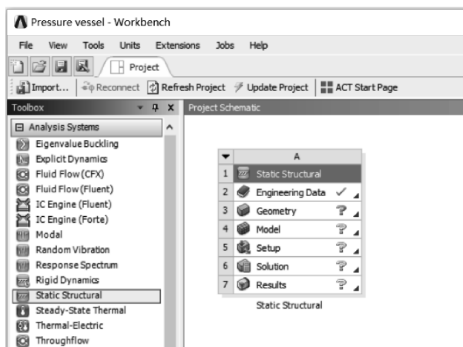

图 4-70 创建屈曲分析
(1) 在工具箱【Toolbox】的【Analysis Systems】中双击或拖动结构静力分析【Static Structural】到项目分析流程图,如图4-70所示。
(2) 在 Workbench 的工具栏中单击【Save】,保存项目实例名为 Pressure vessel.wbpj。工程实例文件保存在 D:\AWB\Chapter04 文件夹中。